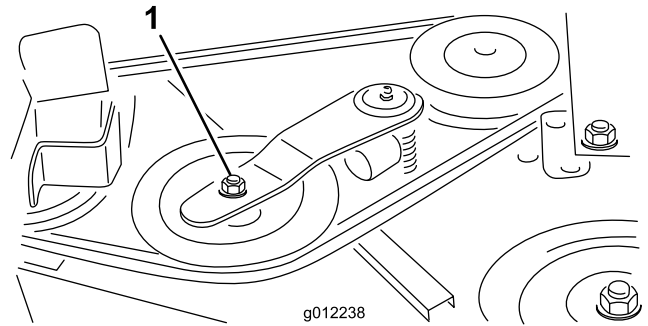

Figura 33
2. Usando una llave dinamométrica u otra herramienta similar, aleje la polea tensora (Figura 33) de la correa